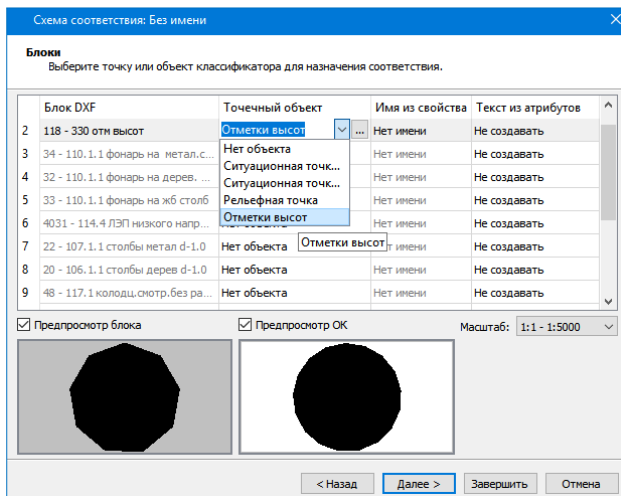

Рис. 16.6
- для блоков (рис. 16.6) – в виде ситуационной точки (без высоты или с высотой) или рельефной точки, или точечного объекта классификатора. Если соответствие не назначается, то блоки передаются в виде отдельных графических масок, текстов, регионов.